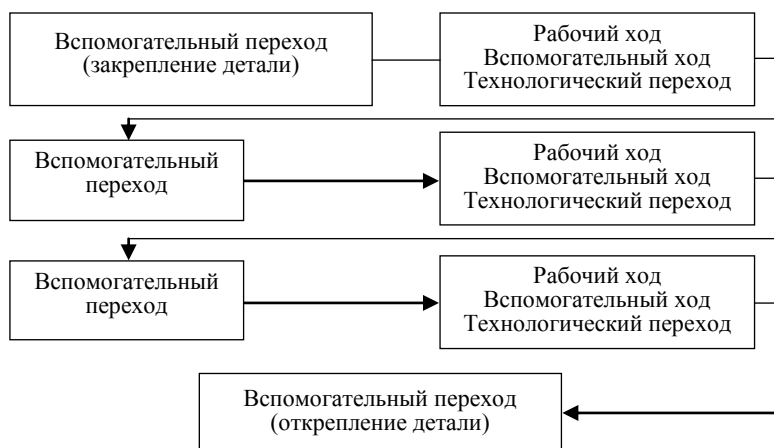

Рис. 2. Структура технологической операции
Отличительной чертой технологической операции является ее реализация на определенном виде технологического оборудования. Если предмет труда перемещается на другой вид оборудования, то это, как правило, свидетельствует о переходе на другую технологическую операцию. Необходимость деления технологического процесса на операции порождена двумя причинами: физическими (невозможно обработать деталь с шести сторон, необходимо различное оборудование для чистовой и черновой обработки); экономическими (целесообразность создания специального станка). Схематическая структура технологической операции с тремя технологическими переходами показана на рис. 2.
1. Изучите структуру технологической операции, взяв за основу рис. 2.
2. Согласно рис. 2 составьте структуру технологических операций токарной обработки втулки, используя дополнительно данные табл. 1. Предложите мероприятия по техническому совершенствованию рабочих и вспомогательных действий в структуре рассматриваемых операций.